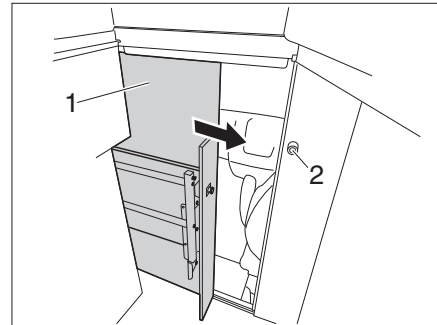

Bild 57 Lås förarhytt
- Stäng dörren (Bild 57,1) tills den går i lås.
- Vrid handtaget (Bild 57,2) motsols tills dörren är låst.
- Vrid handtaget (Bild 57,2) medsols tills dörren är upplåst.
- Skjut upp och säkra dörren (Bild 57,1).